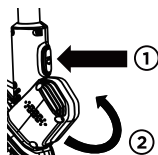

Fig. 10-1
- Saisissez fermement l'arbre principal, appuyez et maintenez le bouton de rotation de la tête, puis tournez la tête de la tondeuse de 180° dans le sens antihoraire. (Fig. 10-1) La tête de la tondeuse ne tourne que dans une direction.